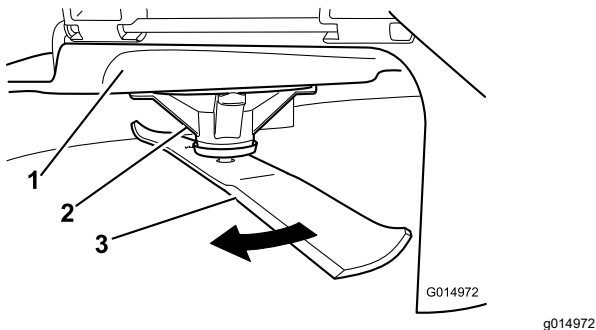

Bild 66
2. Tragen Sie dicke Handschuhe oder andere angemessene Handschuhe und drehen Sie das Messer langsam in eine Stellung, in der das Messen des Abstands zwischen der Schnittkante und der ebenen Fläche der Maschine möglich ist (Bild 66).